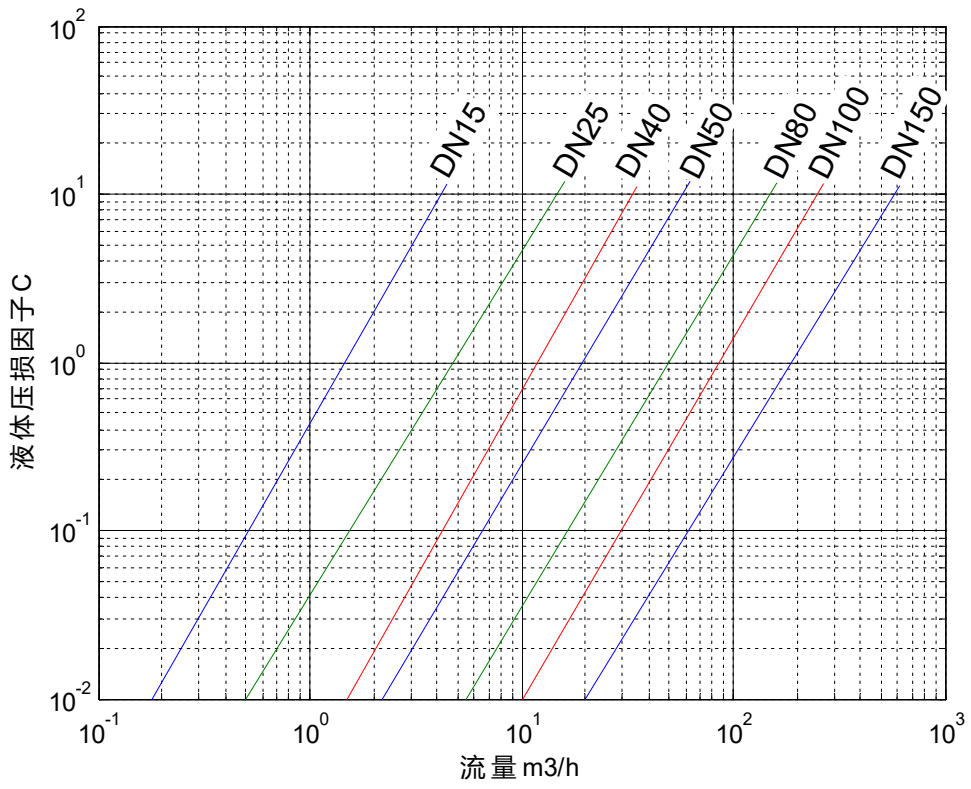
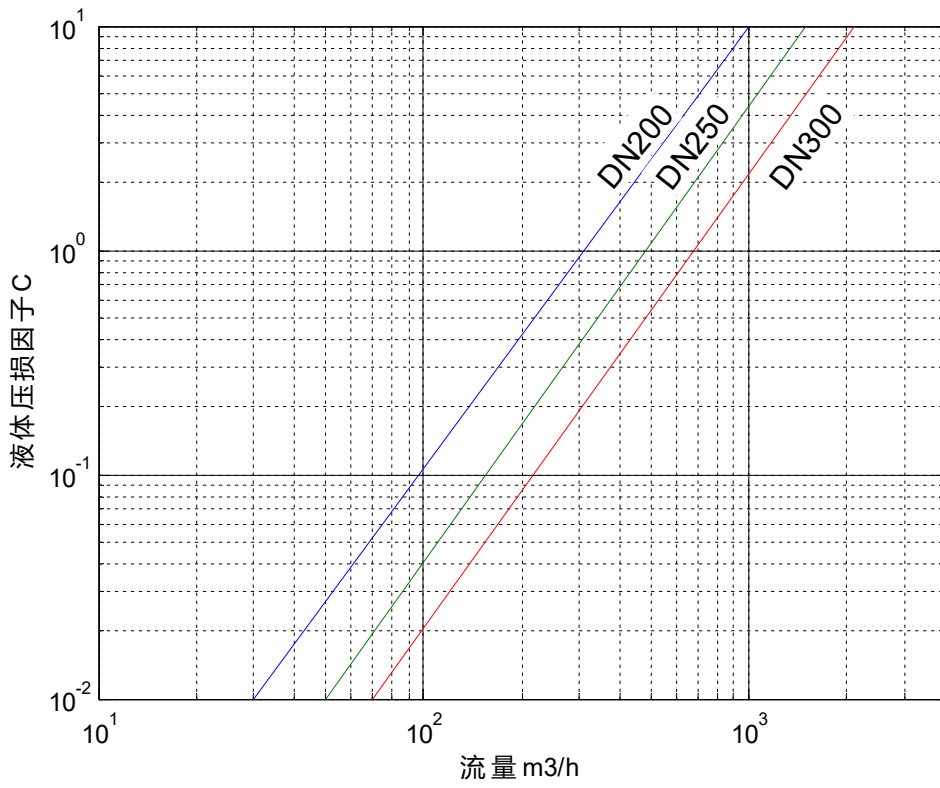

图 3 液体 DN15~DN150 压力损失因子
图 4 液体 DN200~DN300 压力损失因子
3、当流量最大时，由图 3 和液体压损计算公式可知压力损失为 59.5Kpa。
C ：图 3 和图 4 中的压损因子